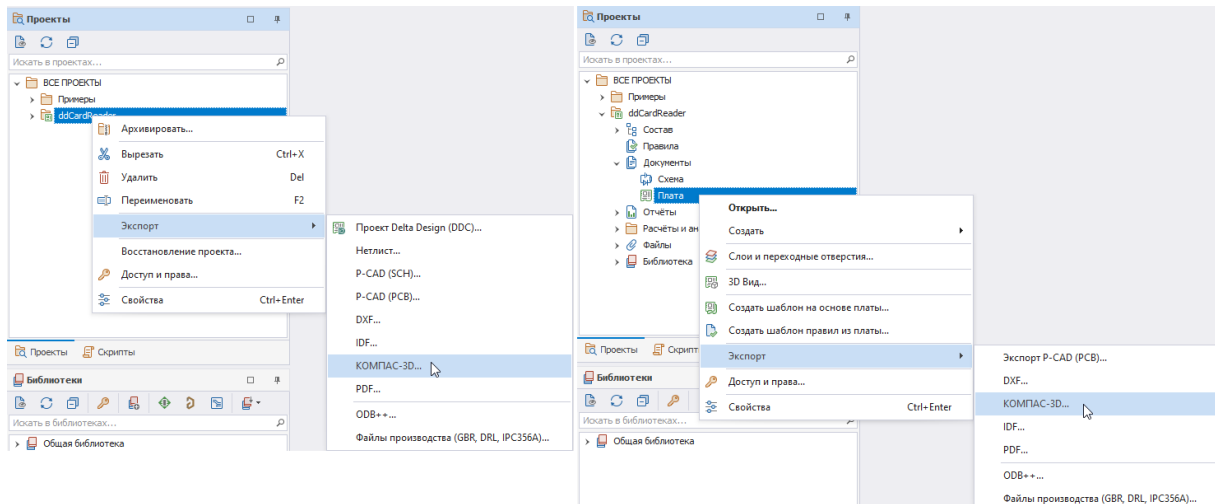

Рис. 2 Вызов функции экспорта проекта в КОМПАС-3D
2. Перейдите в пункт «Экспорт» и затем «КОМПАС-3D...», см. Рис. 2.